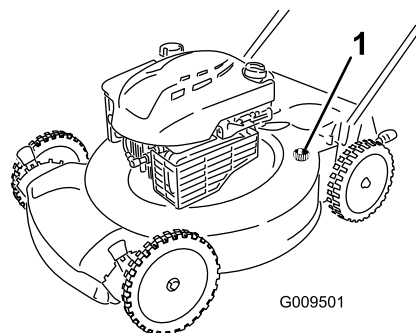

Figura 32
4. Introduzca una manguera de jardín conectada a un grifo en el orificio de lavado de la carcasa del cortacésped (Figura 32).